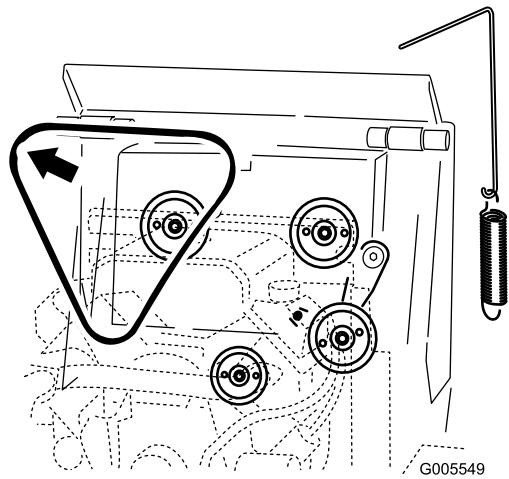

Bild 49
- 5. Nehmen Sie den Riemen von den drei Scheiben ab (Bild 49).